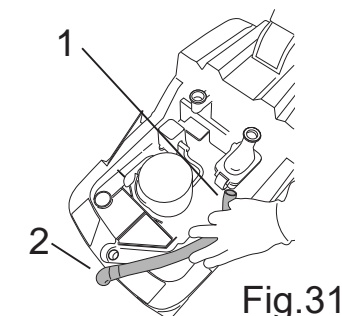

Fig.31
- Lossa röret från gasventilen (bild 31-ref.1) och från den främre gummiskrapan (bild 31-ref.2).